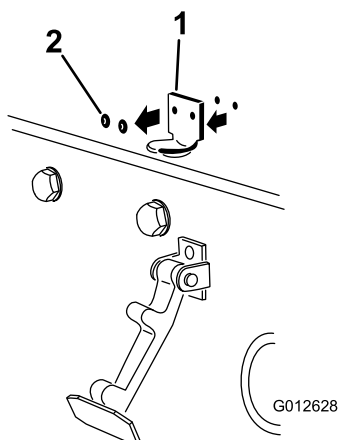

Figura 17
2. Îndepărtați cele 2 nituri care fixează suportul clichetului capotei pe capotă (Figura 17). Îndepărtați suportul clichetului capotei de pe capotă.